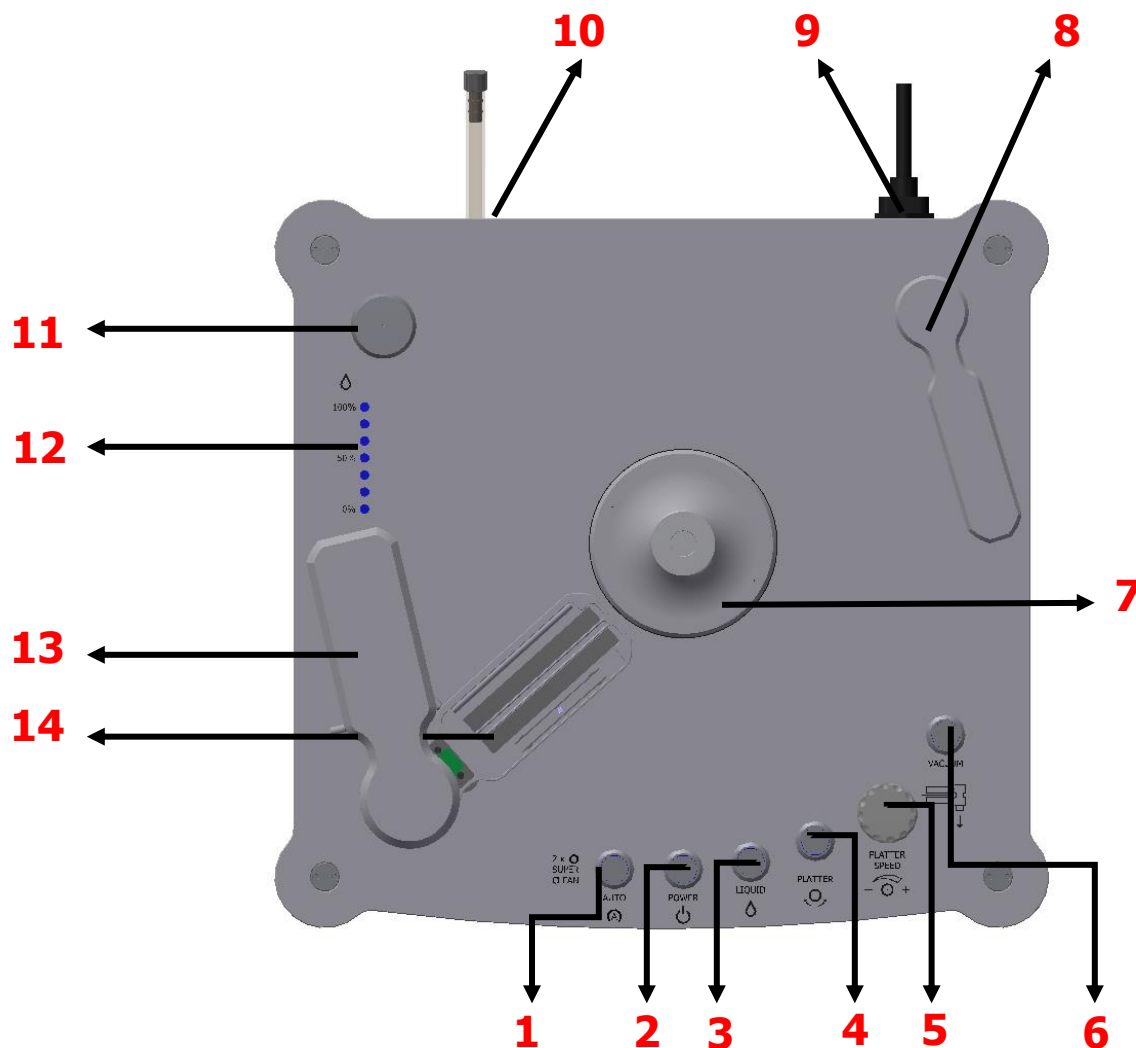

Abb. 2: Ansicht von oben
Setzen Sie den mitgelieferten Trichter in die Einfüllöffnung (siehe Abb. 2, Ziffer 11, Seite 21) und befüllen Sie den Vorratsbehälter mit der mitgelieferten Pure Groove Reinigungsflüssigkeit (max. 0,4 l). Bitte beachten Sie hierbei die LED – Füllstandanzeige.
1. Auf der Geräterückseite finden Sie den Silikonschlauch der etwas herausgezogen werden kann (siehe Abb.2, Ziffer 10, Seite 21).
Wenn die letzte LED (0%) der Füllstandanzeige blinkt (Abb. 2, Ziffer 12, Seite 21) sind die Funktionen „Auto“, „SuperClean“ und im manuellen Modus die Funktion „Liquid“ deaktiviert. Dies schützt die Flüssigkeitspumpe vor Beschädigungen. Sie aktivieren diese Funktionen indem Sie den Vorratsbehälter mit neuer Pure Groove Reinigungsflüssigkeit befüllen.